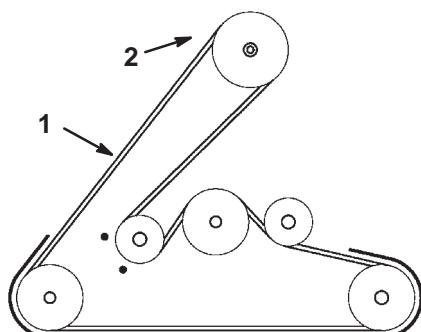

Figure 20
12. Ôter la courroie du plateau de coupe de la poulie d'embrayage électrique (Fig. 20).